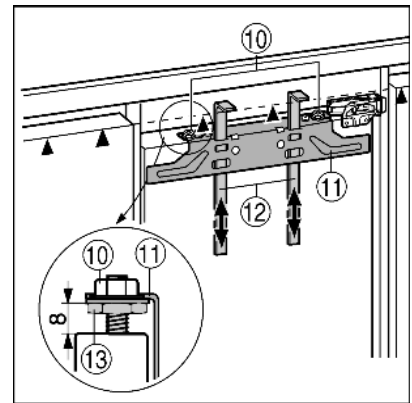

Fig. 16
- ▶ Монтажные приспособления Fig. 16 (12) сдвиньте вверх на высоту мебельной дверцы. Нижняя упорная кромка ▲ монтажного приспособления = верхней кромке подлежащей установке мебельной дверцы.
- ▶ Открутите крепежную поперечину Fig. 16 (11) с помощью контргаек Fig. 16 (10).